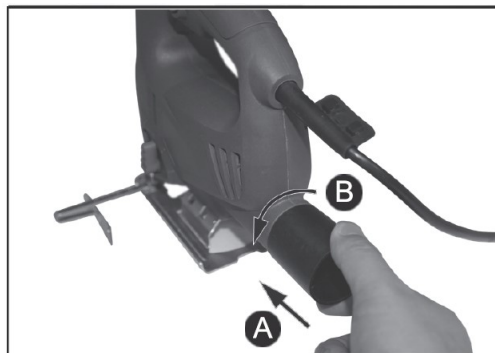

Рисунок 6
- Вставьте насадку в отверстие для отвода стружки и пыли А (Рис.6).
- Поверните насадку по направлению В (Рис.6)